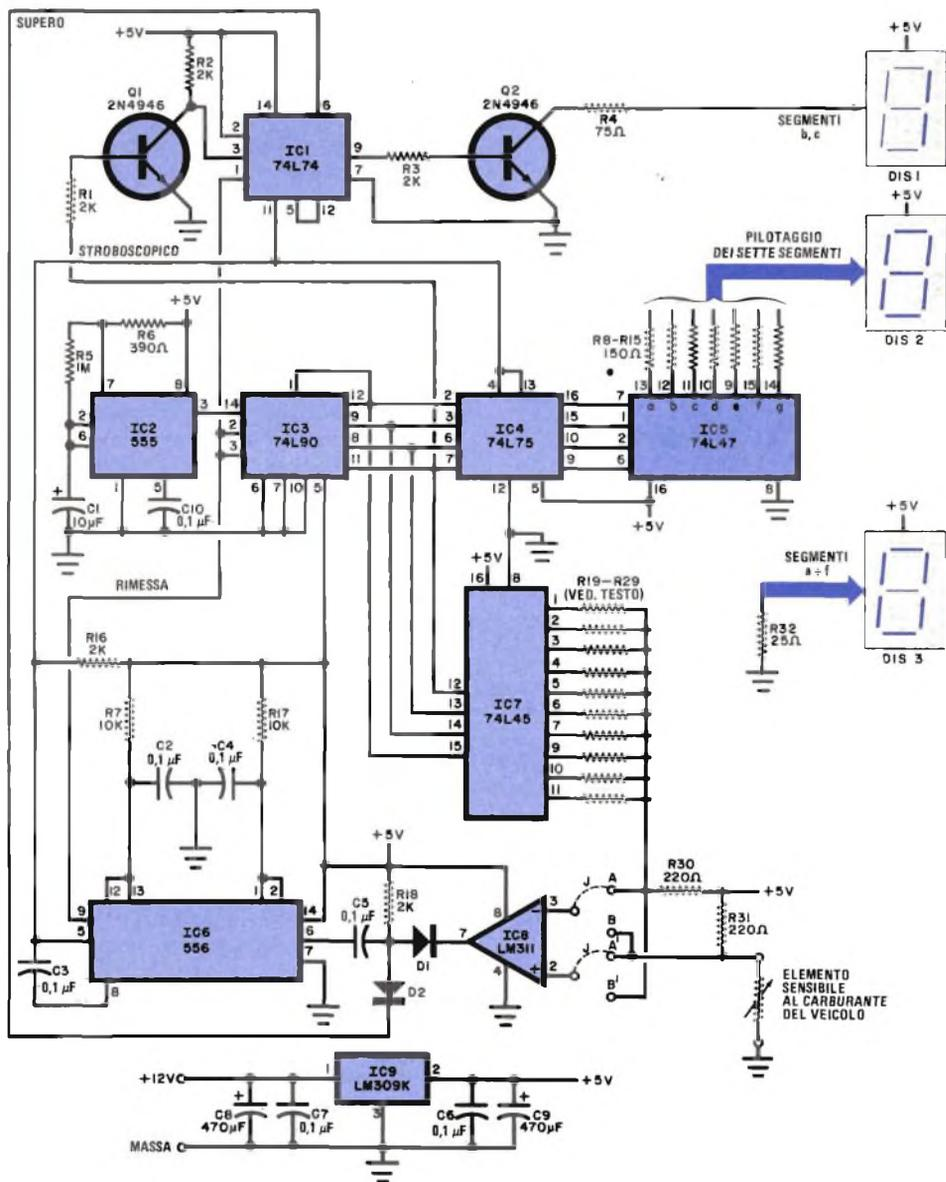

Fig. 2 - Schema completo del misuratore numerico di carburante.
**Costruzione** - Lo schema completo del misuratore di carburante è riportato nella fig. 2. Per il montaggio si può usare un circuito stampato od una basetta perforata. In entrambi i casi si consiglia di impiegare zoccoli per i circuiti integrati, onde evitare la possibilità di danneggiarli con il calore durante le saldature. Si suggerisce anche di utilizzare due basette: una per la presentazione e l'altra per il resto del circuito. Per i collegamenti tra le basette, si usino fili di colori diversi.
Si noti che nella fig. 2 i valori dei resistori da R19 a R29 non sono specificati, in quanto questi valori devono essere determinati per lo specifico elemento sensibile al carburante con il quale il misuratore viene usato. Per stabilire i valori di tali resistori si deve anzitutto individuare il terminale "caldo" dell'elemento sensibile che va allo strumento posto sul cruscotto del veicolo; quindi si taglia questo terminale in modo da poter misurare la resistenza dell'elemento sensibile tra il terminale e massa.